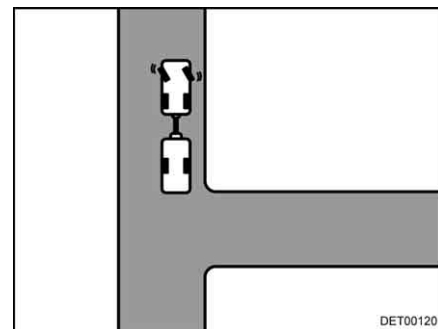

Bild 17 Links einschlagen
- Bei stehendem Gespann nach links einschlagen (Bild 17).